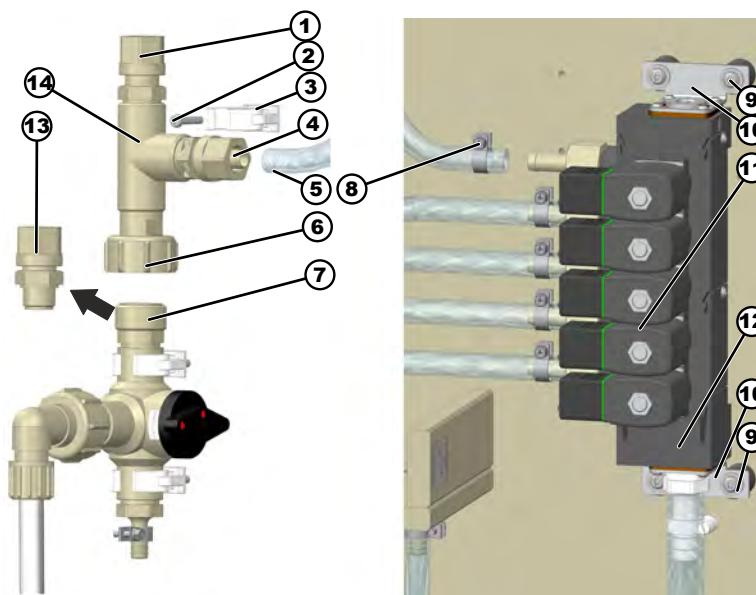

Fig. 12 : Montage du dispositif de rinçage à l'eau
- 3.** Desserrer les vis de fixation (4 x, Fig. 12 , repère 14) des deux côtés sur les cornières de fixation (2 x, Fig. 12 , repère 11).
- 5.** Desserrer et retirer la pièce terminale (Fig. 12 , repère 12).